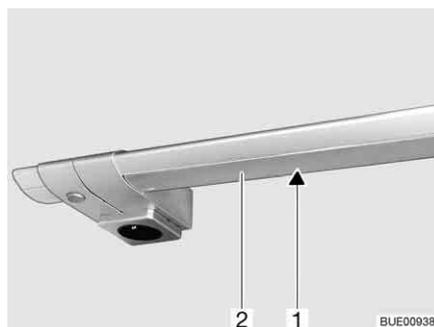

Fig. 242 Luz de la cocina
- Comprimir ligeramente la tapa (Fig. 242,2) con ambas manos y tirarla hacia abajo. Al hacerlo, empezar siempre por el extremo de la izquierda o el extremo de la derecha.
- Extraer la bombilla halógena (Fig. 242,1).